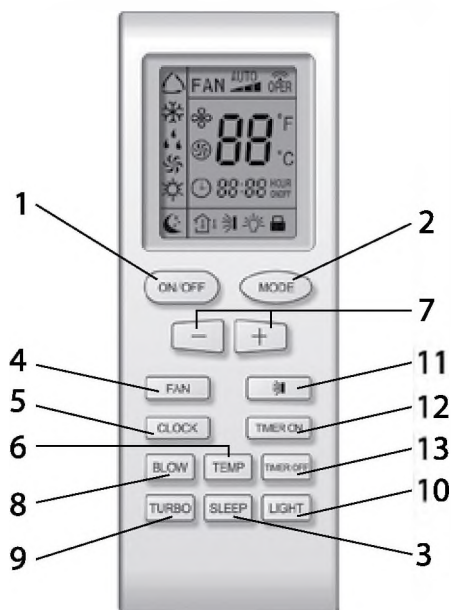

Рис. 5.1
### 5.1 Пульт управления (Рис. 5.1)
- Для управления кондиционера применяется беспроводной инфракрасный дистанционный пульт (рис. 5.1).
- Комментарии к рис. 5.1 см. таблицу 5.1.